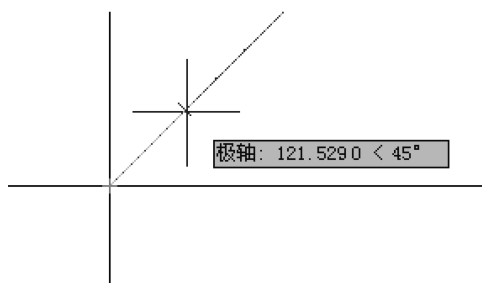

图 3-9 绘制射线
6) 移动光标, 当角度显示为 45° 时单击, 绘制垂直构造线右侧的射线, 如图 3-9 所示。